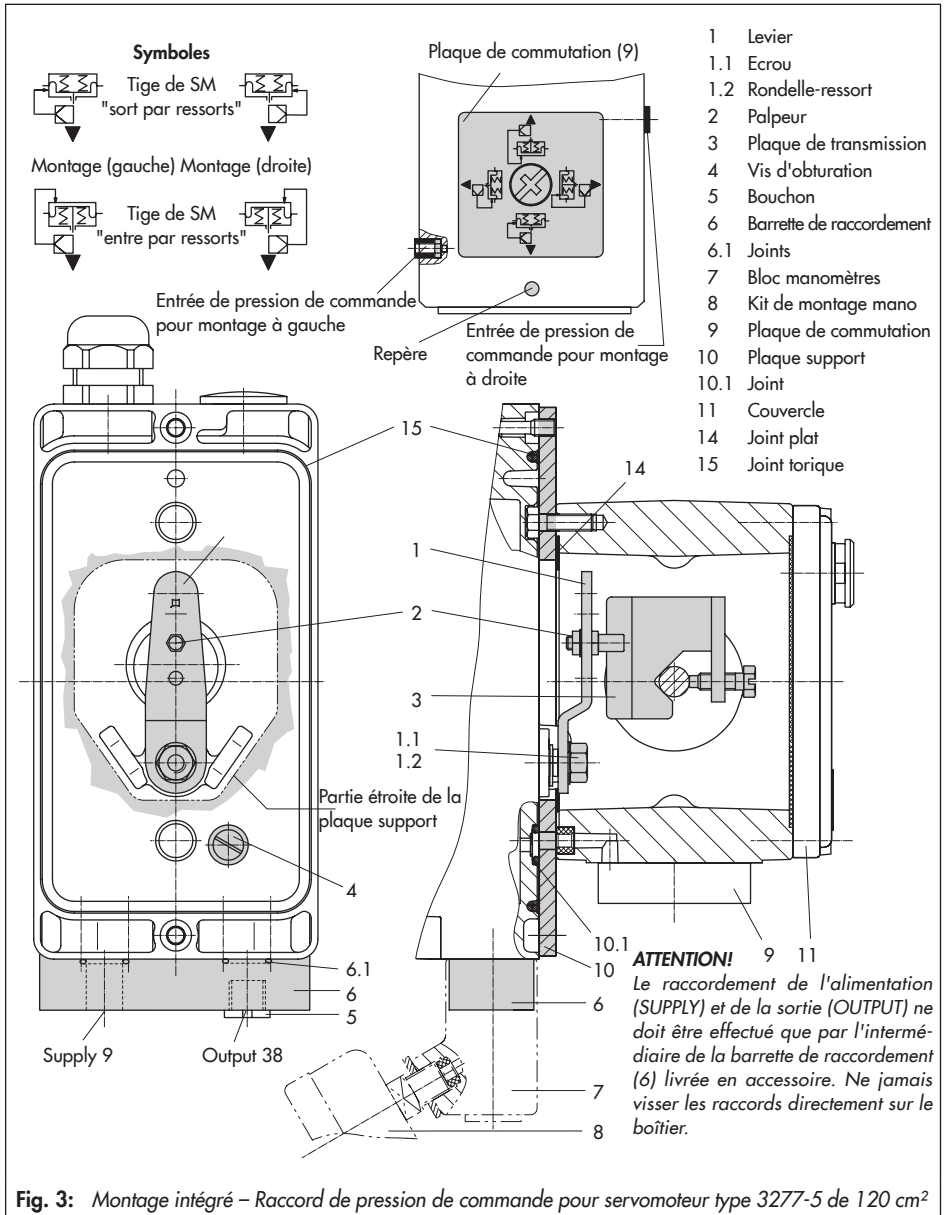

Fig. 3: Montage intégré – Raccord de pression de commande pour servomoteur type 3277-5 de 120 cm2
1. Monter la barrette de raccordement (6) ou le bloc manomètres (7) sur le positionneur. S'assurer que les deux joints (6.1) sont bien positionnés.
2. Dévisser la vis d'obturation (4) sur le positionneur et obturer la sortie "OUTPUT 38" de la barrette de raccordement (6) ou du bloc manomètres (7) avec le bouchon (5) livré en accessoire.
3. Placer la plaque de transmission (3) sur la tige de servomoteur en vérifiant que la vis de fixation est bien placée dans la rainure circulaire de la tige de servomoteur.
4. Fixer la plaque support (10) sur le servomoteur de telle sorte que la partie étroite de la découpe (Fig. 3 à gauche) soit dans la direction des raccordements pneuma-